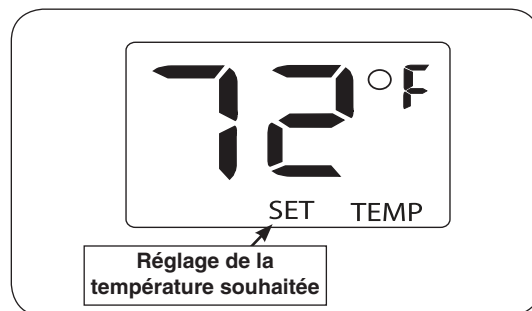

Fig. 44-5 Mode Thermostat - Réglez la température
**Note:** Pour régler la température ambiante souhaitée, appuyez sur la touche SET jusqu'à ce que la température de consigne est atteinte. Le mot SET affichera sur l'écran lors de la sélection de la température. Voir Fig. 44-5. Numbers va augmenter de 45° à 99°, puis recommencer à 45°. Pour Celsius, les chiffres vont augmenter de 6° à 32°.